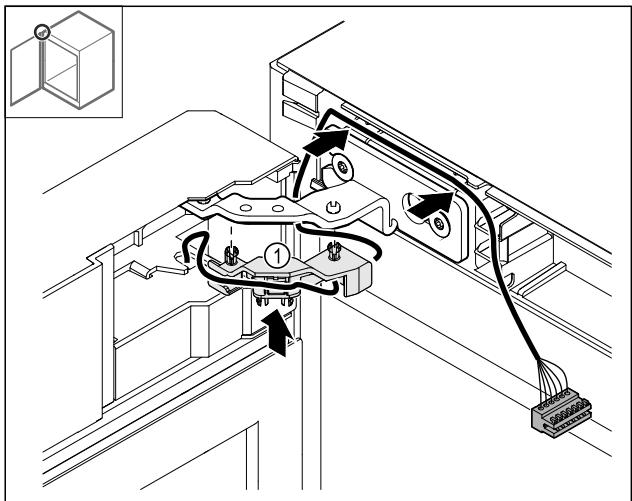

Fig. 49
- Zatlačte držiak kábla Fig. 49 (1) do závesu.